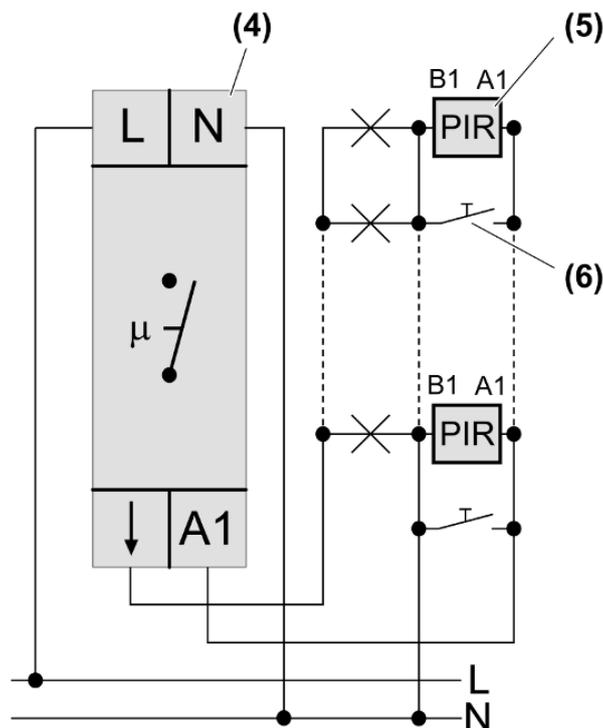
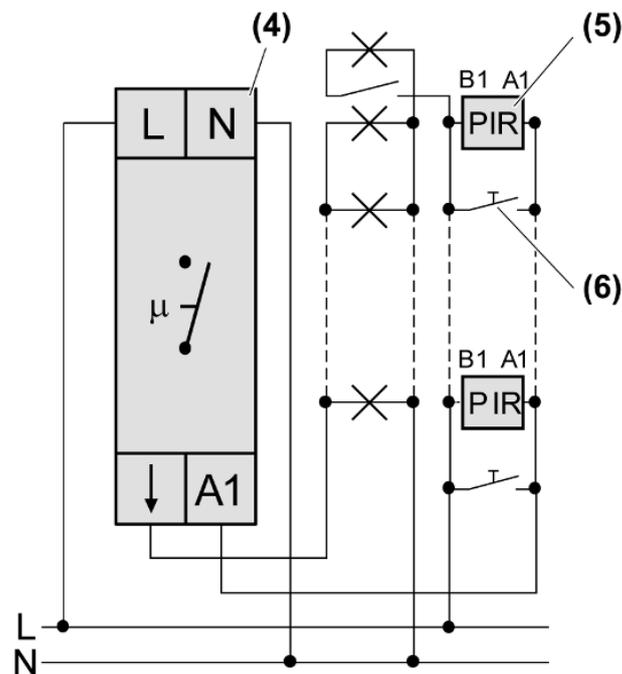
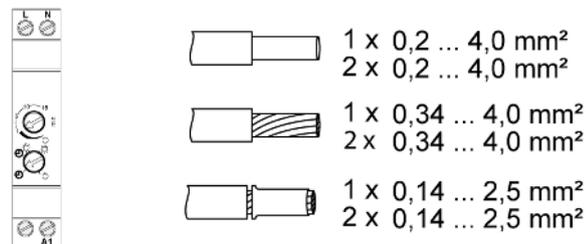
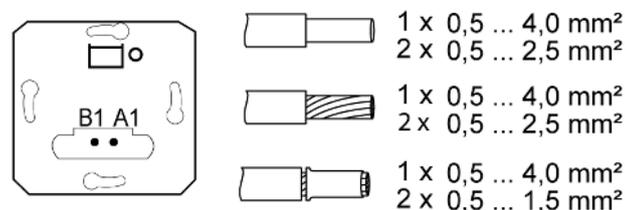

Bild 2: Anschlussplan 3-Leiterschaltung
Bild 3: Anschlussplan 4-Leiterschaltung
Bild 4: Klemmbarer Leiterquerschnitt REG-Automat
Bild 5: Klemmbarer Leiterquerschnitt Impulseinsatz
Der REG-Automat kann für eine 3-Leiterschaltung (Bild 2) oder eine 4-Leiterschaltung (Bild 3) eingesetzt werden. Die 4-Leiterschaltung hat den Vorteil, dass eine zusätzliche Leuchte separat geschaltet werden kann.
- Klemmbare Leiterquerschnitte REG-Automat (siehe Bild 4) und Impulseinsatz (siehe Bild 5) beachten.
- REG-Automat (4) auf Hutschiene montieren.
- REG-Automat (4), Impulseinsatz (5) und Taster (6) nach Anschlussplan (Bild 2) oder (Bild 3) anschließen.